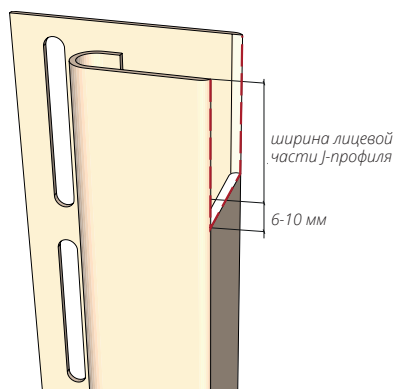
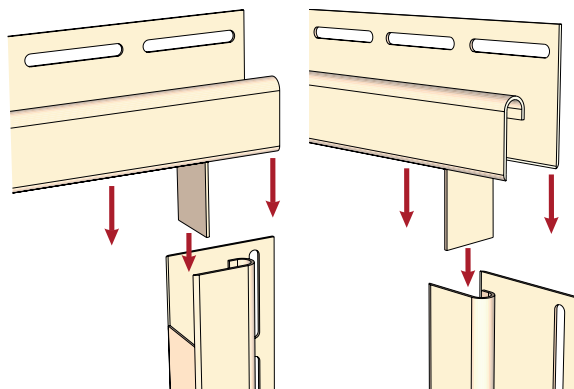

Рисунок 48
Рисунок 49
- 14.5** J-профиль 7/8, монтируемый в нижней части соединения, необходимо подрезать согласно Рис. 48. Смонтируйте J-профиля согласно Рис. 49, соблюдая общие правила мон-